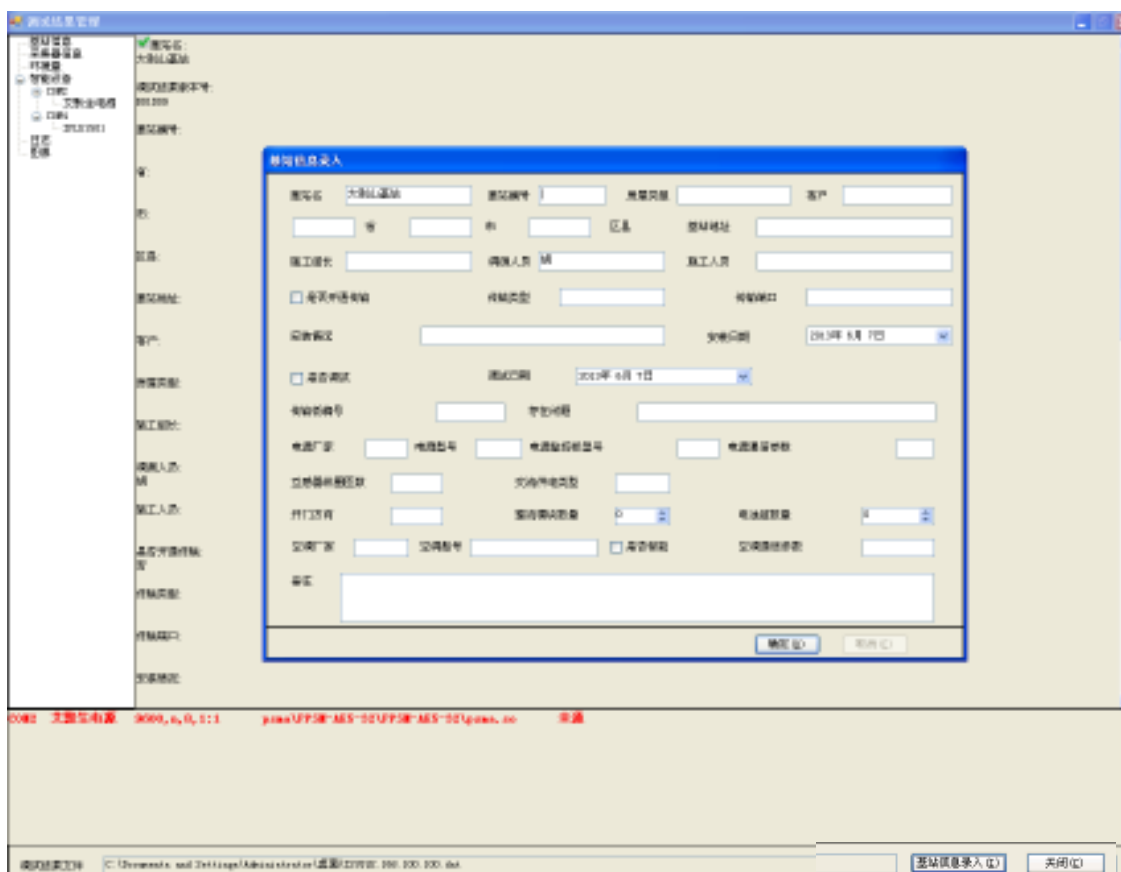

图4-19 查看调试结果
13. 点击主窗口下方的**调试结果管理(M)**，屏幕弹出如图 4-19所示界面，显示已保存的调试结果信息。
- c. 修改基站信息：点击窗口右下方的**基站信息录入(I)**按钮，屏幕弹出如图 4-19所示基站信息录入窗口；输入各项基站信息后，点击**确定(O)**按钮。